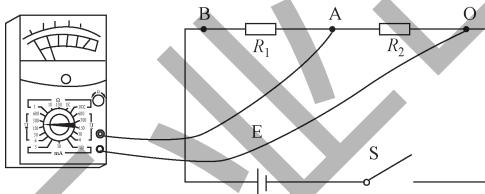

图 2-12 电位测量电路
(1) 按照电路图, 连接测量电路。电路如图 2-12 所示。
(2) 首先估计一下被测电压的大小, 将指针式万用表转换开关置于直流电压挡位, 然后选择合适量程。
(3) 将万用表表笔与被测电路并联进行测量。图 2-12 中黑色为黑表笔测量位置, 红色为红表笔测量位置。
(4) 如图 2-12 所示, 选定参考点 O 及测量电位 A 点和 B 点。经检查无误后, 闭合电路中的开关 S, 将黑表笔接在参考点 O 上, 红表笔分别接在 A 点和 B 点上进行测量。
(5) 万用表指针所指读数即是 A 点、B 点的电位。将测量值填入表 2-3 中。
(1) 电路图如图 2-12 所示。
(2) 首先估计一下被测电源电压的大小, 将转换开关拨至适当的电压量程。然后将万用